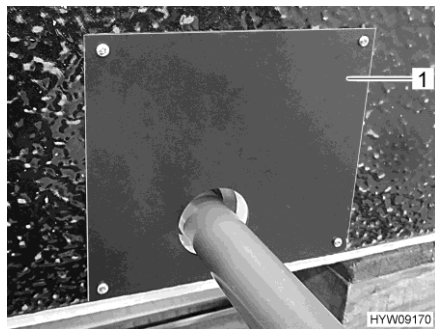

Bild 163 Lock (avloppstankens behållare)
- Ta bort skyddet (Bild 163,1) på avloppstankens behållare.
- Sätt skyddet (Bild 163,1) på plats.